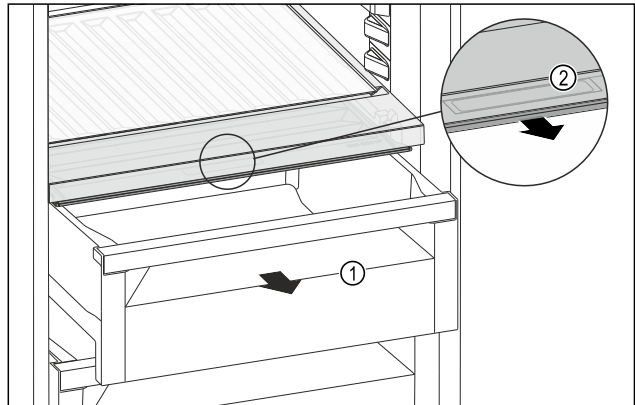

Fig. 133
- ▶ Извлеките выдвижной ящик *Fig. 133 (1)*.
- ▶ Возьмитесь за утопленную ручку *Fig. 133 (2)* на крышке отделения и одновременно потяните крышку отделения вперед.